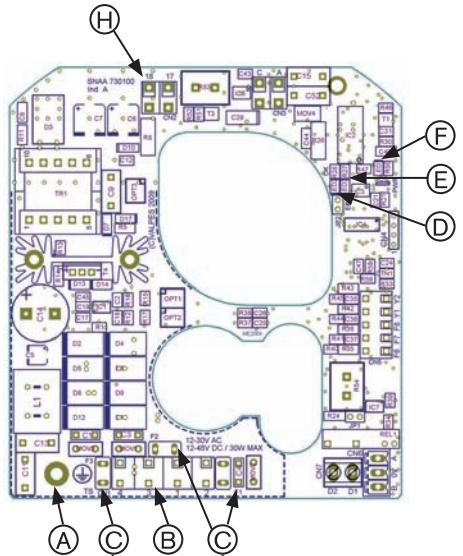
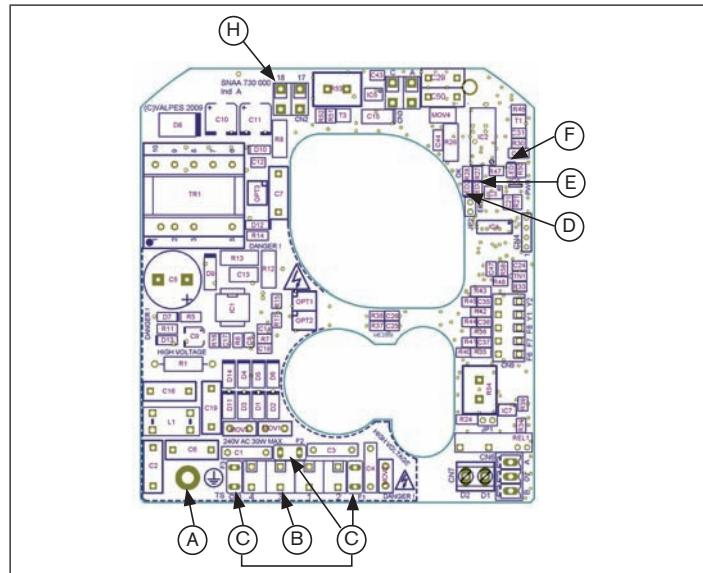
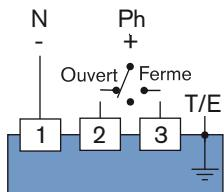
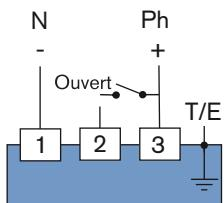

Fig. 12 : Alimentation en courant: carte 15-30 V 50/60 Hz (12-48 V DC)
Fig. 13 : Alimentation en courant: carte 100-240 V 50/60 Hz (100-350 V DC)
Fig. 14 : Mode trois points modulants
Fig. 15 : Mode ouvert / fermé (Tenir compte de la variante à courant de secours dans les instructions de service)
- Desserrez la vis de terre (16) et fixez l'oeillet du câble de mise à la terre sur cette vis.
- Pour ce faire, desserrez la vis de terre et fixez l'oeillet du câble de mise à la terre sur cette vis (voir « Fig. 12 » et « Fig. 13 »).
- Raccordez le câble selon le type de commande souhaité (« Fig. 14 » et « Fig. 15 ») au bornier pos. B de la carte d'alimentation en tension (« Fig. 12 » et « Fig. 13 »).
Mode de fonctionnement pour le mode ouverture/fermeture (« Fig. 15 »)